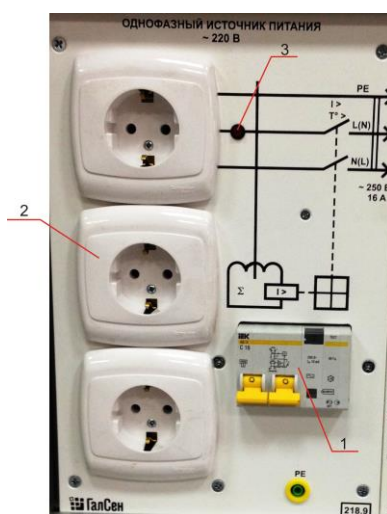
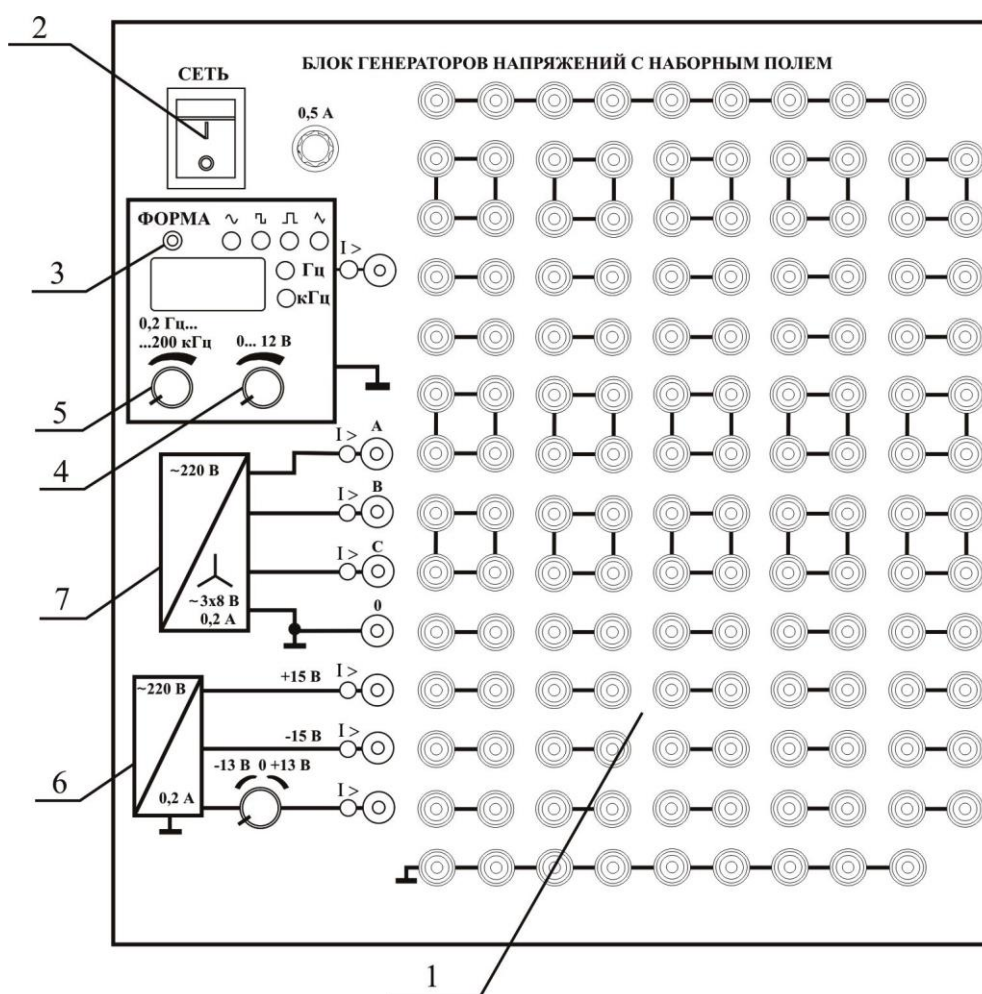
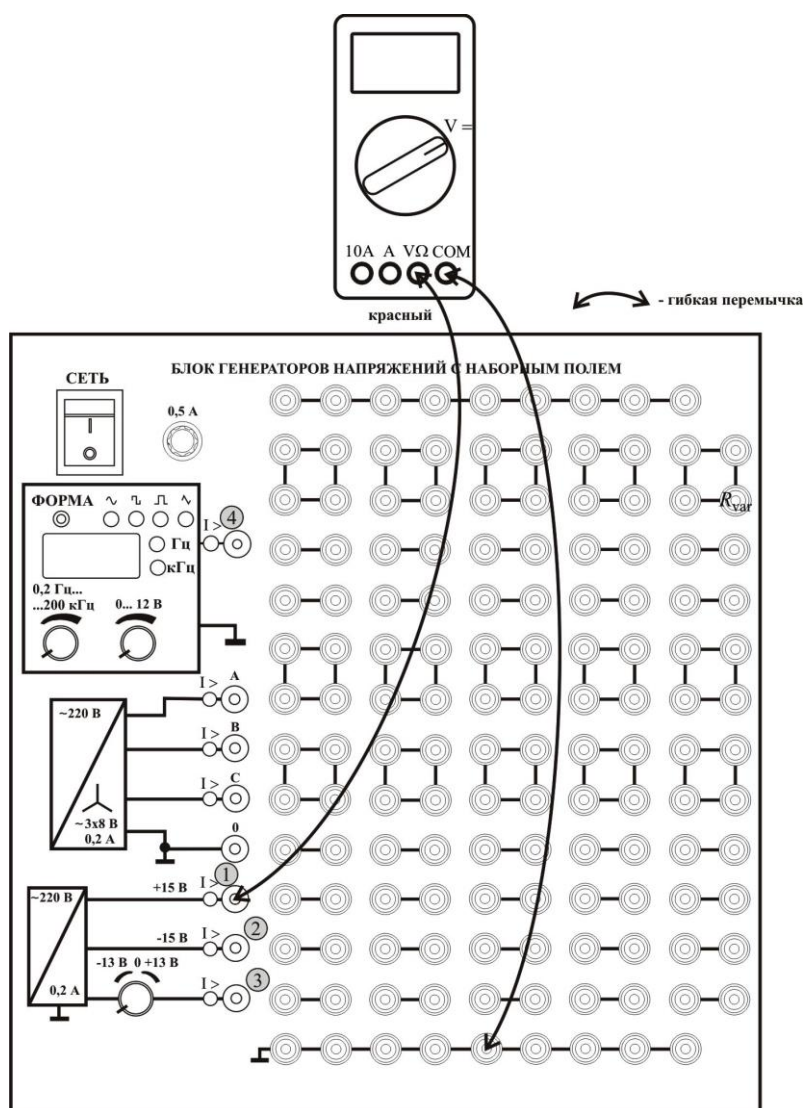

Рис. 2. Однофазный источник питания:
Рис. 3. Блок генераторов с наборным полем:
Рис. 14. Измерение напряжений источника питания мультиметром.
Однофазный источник (рис. 2) питается от трёхпроводной однофазной сети (фаза, ноль и земля). В нём смонтированы устройство защитного отключения (УЗО) и автомат для защиты от перегрузки по току (1), блок розеток (2) для подключения внешних измерительных приборов и осциллографа. При включенном выключателе (1) горит индикатор (3).
Блок генераторов с наборным полем (рис.3), предназначен для формирования однофазных сигналов различной формы, регулируемых по амплитуде и частоте,
Включите однофазный источник (рис. 2), сетевой тумблер блока генераторов (рис. 3) и сетевые тумблеры мультиметров. Выберите любой из четырех мультиметров, поворотным переключателем установите режим измерения постоянного напряжения $V=$ и диапазон измерения 20 В (рис. 14).